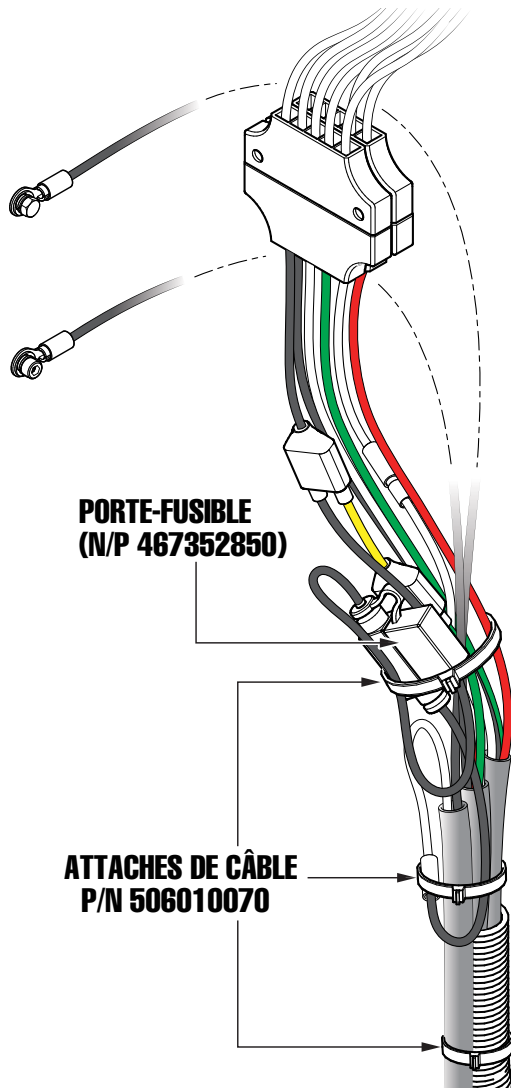

Figure 16. Cacher et sécuriser le câblage (MVH308DZ/MVH408DZ)
7. Cacher le nouvel ensemble de câblage dans le faisceau de câbles existant, et le fixer avec des attaches de câble (N/P 506010070). Voir la Figure 16.
8. Fixer le porte-fusible (N/P 467352850) au faisceau de câbles existant avec des attaches de câble (N/P 506010070). Voir la Figure 16.